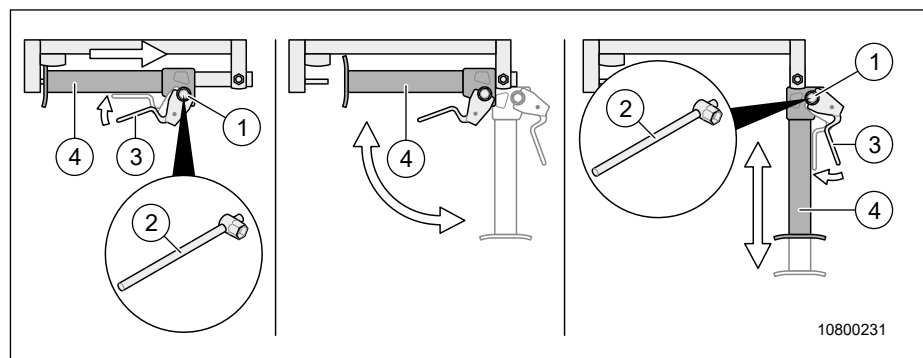

Fig. 27 Béquilles arrières à actionnement manuel
1. Desserrer le serrage (Fig. 27, pos. 1) avec une clé six pans (Fig. 27, pos. 2).
2. Pousser le levier (Fig. 27, pos. 3) vers le haut et le maintenir dans cette position.
3. Glisser la béquille (Fig. 27, pos. 4) complètement en direction de l'essieu arrière.
4. Pivoter la béquille (Fig. 27, pos. 4) vers le bas.
5. Sortir la béquille (Fig. 27, pos. 4) jusqu'au sol.
6. Desserrer le levier (Fig. 27, pos. 3).
7. Serrer à fond le serrage (Fig. 27, pos. 1) avec une clé six pans (Fig. 27, pos. 2)